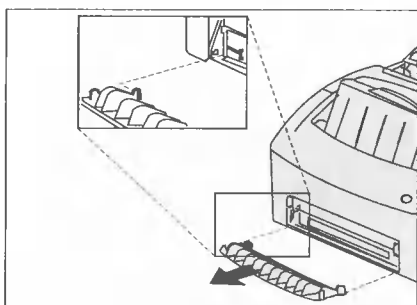

Рис. 2
1. Нажимают на два фиксирующих язычка и открывают лицевую крышку принтера. Осторожно сгибают крышку в середине так, чтобы выступ крышки вышел из корпуса (рис. 2).